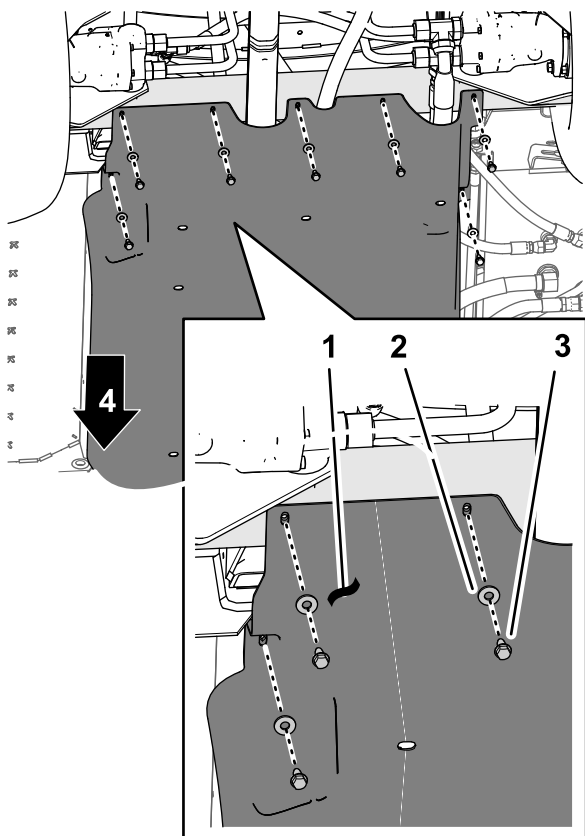

Figure 124
- Alignez les trous dans la partie arrière du carénage de soubassement et les trous dans le châssis (Figure 124).
- Fixez la partie arrière du carénage de soubassement au châssis à l'aide des 7 boulons à embase (5/16 x 7/8") et des 7 rondelles (5/16") que vous avez retirés à l'opération 1 de 7 Dépose du carénage de soubassement (page 16) (Figure 124).